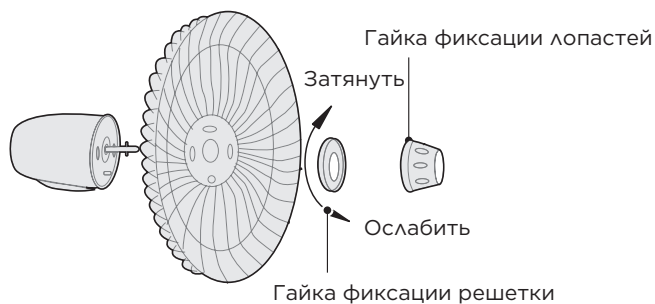

Рис.5
- 1** Отвинтите гайку фиксации лопастей с оси по часовой стрелке (если она ней установлена). Затем отвинтите гайку фиксации решетки против часовой стрелки. Наденьте заднюю решетку на ось и затяните гайкой (Рис. 5).